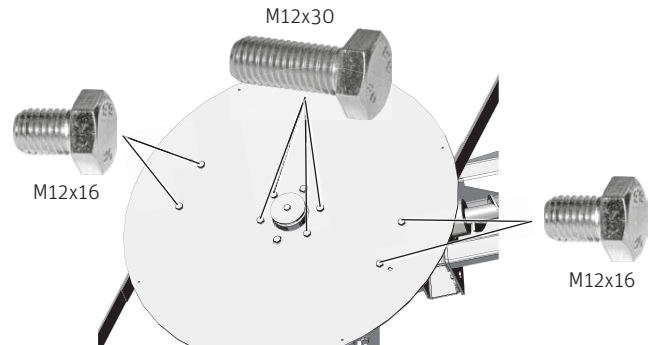

Fig. 167 Teller vom Rührwerk auflegen und fixieren
- ▶ Teller vom Rührwerk auflegen und mit außen mit 4 Stk. Sechskantschrauben M12x16 und innen mit 4 Stk. Sechskantschrauben M12x30 fixieren – Fig. 167.